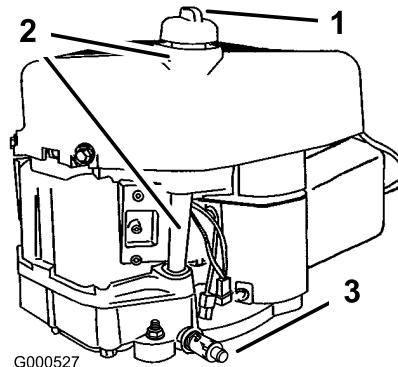

Bild 24
2. Reinigen Sie den Bereich um den Ölpeilstab (Bild 24), damit kein Schmutz in den Einfüllstutzen gelangen und den Motor beschädigen kann.
10. Reinigen Sie den Bereich um den Peilstab und drehen den Verschlussdeckel ab (Bild 24).
11. Gießen Sie ca. 80 % der angegebenen Ölmenge langsam in den Einfüllstutzen (Bild 24).